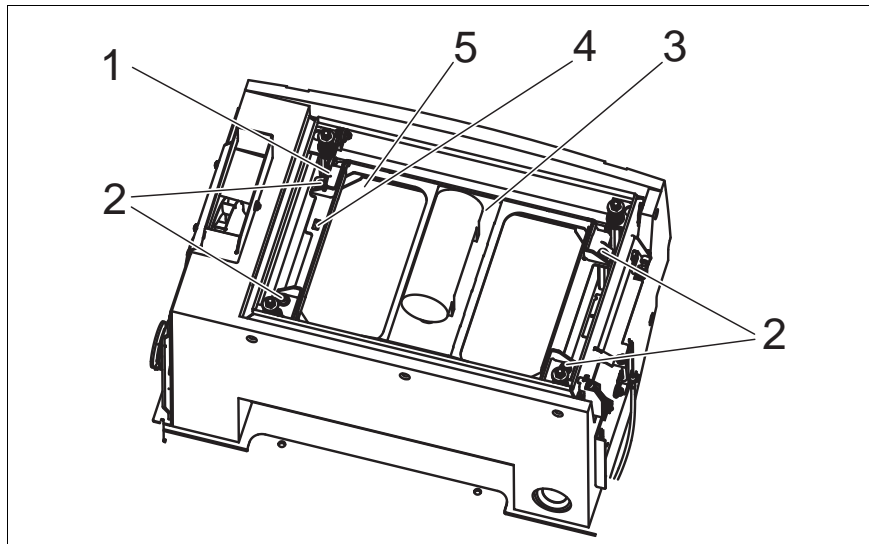

Fig.17 Filtro
- Desaperte os parafusos (Fig. 17/2) e remova-os.
- Abra a armação com o motor de batimento (Fig. 17/3).
- Fixe a armação na posição indicada (Fig. 17/4).
- Remova o filtro (Fig. 17/5).